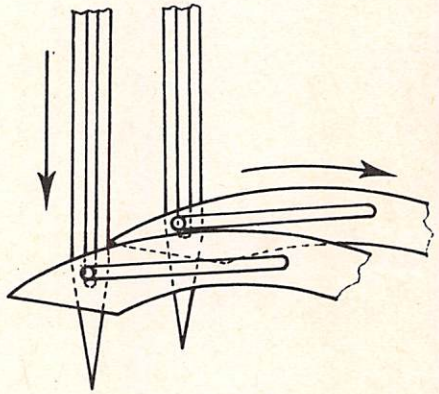
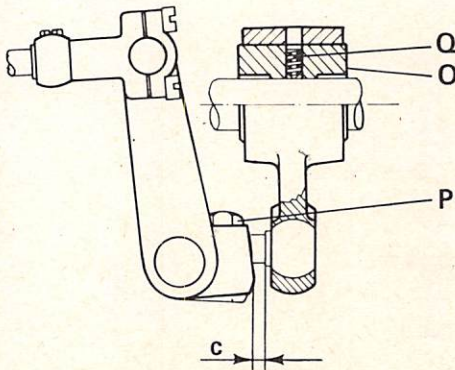

Fig. 20
Fig. 21
Sulle teste 264 a 2 aghi, invece, la cruna di ogni ago durante la discesa deve essere allineata con il foro del rispettivo crochet (fig. 20).
Se le condizioni sopra esposte non si verificassero, allentare i 2 grani interni Q (fig. 21) dell'eccentrico O e regolare facendo ruotare il volantino della macchina, tenendo fermo l'eccentrico O.
4. Nella sua corsa da destra verso sinistra la punta del crochet deve trovarsi a metà dell'incavo dell'ago. Per ottenere ciò occorre accorciare od allungare la corsa del crochet agendo sulla vite P (fig. 21) e modificando la quota 'c' (fig. 21).
Instead, on 264 2-needle machines the eye of each needle during the downward stroke must be in line with the hole of the relative looper (fig. 20). If the above conditions do not result, slacken the 2 internal grub screws Q (fig. 21) of eccentric O and adjust by turning machine handwheel while holding eccentric O still.
4. In its stroke from right to left the looper point must be at the midpoint of the needle notch. To obtain this, the looper stroke must be shortened or lengthened by turning screw P (fig. 21) and modifying distance "c" (fig. 21). If distance "c" has to be altered it is necessary to re-check the condition described in point one.
- Controllare la quota "c" (fig. 21) e qualora non corrispondesse a quella riportata sulla tabella di fasatura, allentare la vite P e registrare in modo da ottenere la quota prescritta.
- I deragliatori eseguono solo uno spostamento laterale. Per anticipare o ritardare questo movimento, bisogna allentare i due grani interni Q dell'eccentrico O della biella (fig. 21) e, tenendo fermo l'eccentrico O, ruotare il volantino della macchina sino ad ottenere la condizione illustrata in fig. 27.
- Check distance "c" (fig. 21) and, if it does not correspond with that indicated in setting table, slacken screw P and adjust to obtain the distance specified.
- The deflectors only make one lateral shift. In order to make the shift occur earlier or later, the two internal grub screws Q of connecting rod eccentric O (fig. 21) must be slackened and, holding eccentric O still, machine handwheel turned until the setting shown in fig. 27 is obtained.